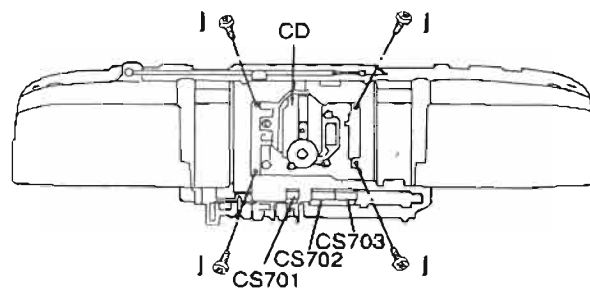

Abb. 16 Fig. 16
9. CD-Teil, CD-Leiterplatte und Absteineinheit ausbauen (Abb. 16, 17, 18, 19)
- 4 Schrauben **l** herausdrehen (Abb. 16)
9. Removal of the CD Unit, CD P.C.B. and CD Traverse (Figs. 16, 17, 18, 19)
- Remove 4 screws **l** (Fig. 16).